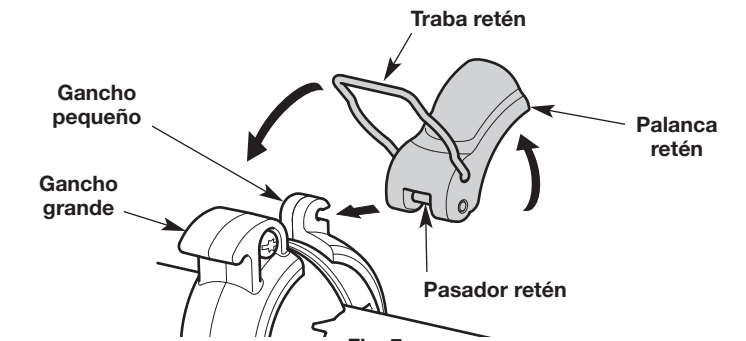

Fig. 7
6. Empuje el pasador retén por completo en el gancho pequeño de la manija (Fig. 7). Levante la palanca retén y empújela hacia el gancho grande (Fig. 7). Deslice la traba retén sobre el gancho grande (Fig. 7).